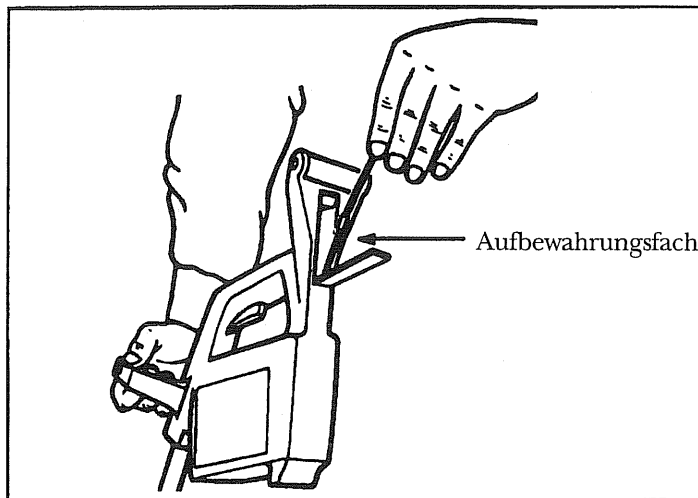

Abb. 5
6. Heben Sie etwas extra Spulenschnur in dem Aufbewahrungsfach im hinteren Teil der Anlage auf. Abb. 5.